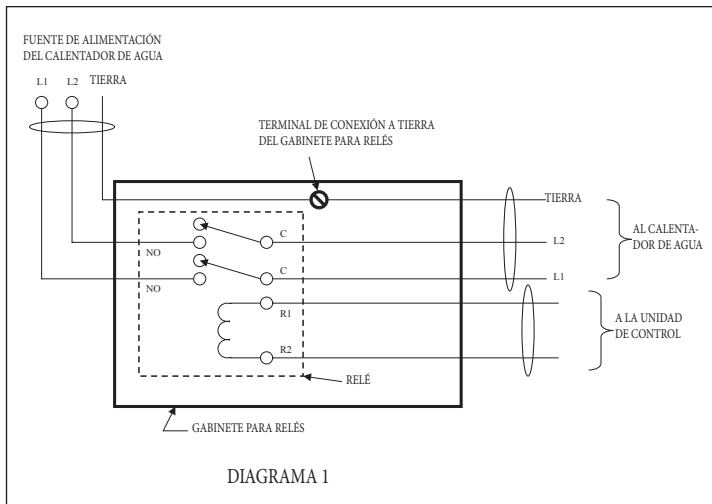
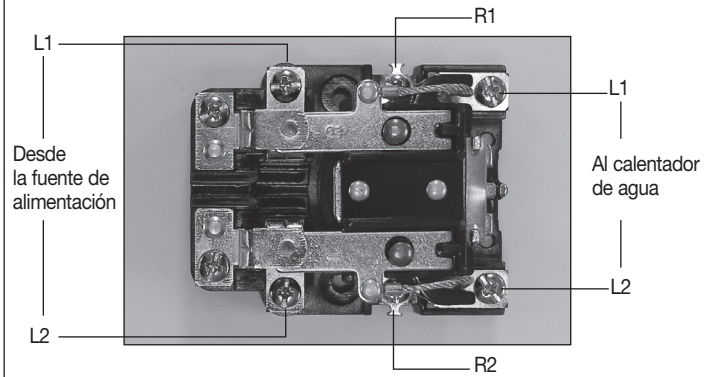

Figura 7
Figura 8
3. Instalar la fuente de alimentación de entrada a los contactos del relé normalmente abiertos como se indica en el diagrama de cableado **Figura 7** y **Figura 8**. Asegurarse de conectar un cable de toma a tierra al gabinete para relés, como se indica en la **Figura 7**.
4. Conectar el cable de alimentación al calentador de agua en los terminales comunes de relé, como se indica en el diagrama de cableado **Figura 7**.